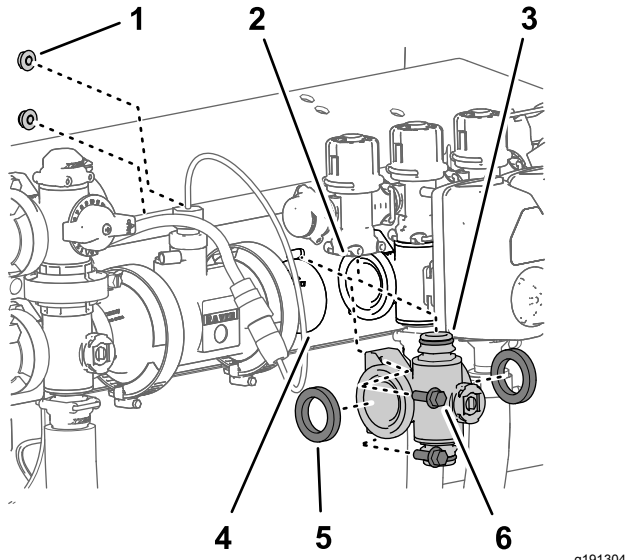

Bild 112
4. Entfernen Sie für die linken oder rechten Abschnittventilverteiler die zwei Bundkopfschrauben ($\frac{1}{4}$ " x $\frac{3}{4}$ ") und die zwei Sicherungsbundmutter ($\frac{1}{4}$ "), mit denen der Abschnittventilverteiler an der Ventilstütze befestigt ist (Bild 112).
5. Schieben Sie den Abschnittventilverteiler und die Dichtungen nach unten, um einen Abstand zum Abschnittsicherheitsventil zu erhalten; entfernen Sie sie dann von der Maschine (Bild 112).